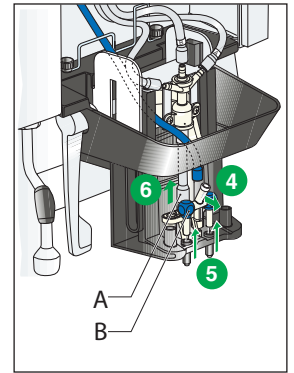

Fig. 2
- 4 Pivoter la tête du distributeur à café pour la débarrer. (Fig. 2)
- 5 Retirer le distributeur à café (B) de son support. (Fig. 2)
- 6 Retirer le distributeur à lait (A). (Fig. 2)